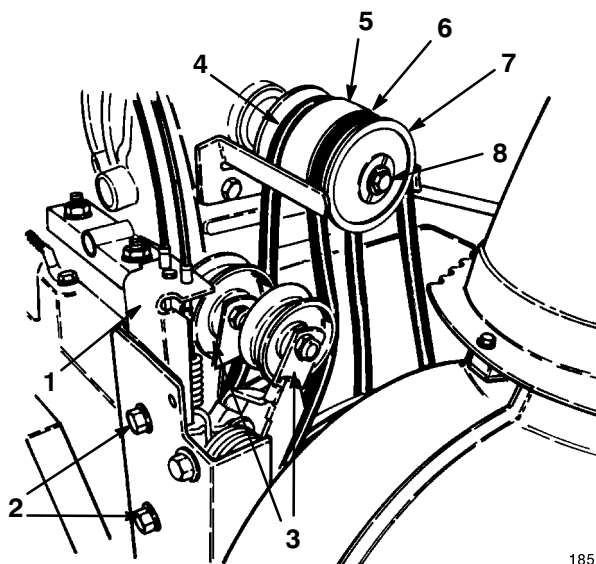

Figure 31
Si les courroies d'entraînement de tarière/roue hélice (Fig. 31) sont usées, imbibées d'huile ou endommagées de quelque autre manière, remplacez-les par une courroie neuve.
- Enlevez les deux boulons à tête à embase qui fixent l'ensemble poulie folle au bâti du moteur et déposez l'ensemble poulie folle (Fig. 31).
- Enlevez la vis d'assemblage et la rondelle de blocage qui fixent la demi-poulie à gorge à l'avant de l'ensemble poulie (Fig. 31).
- Déposez la demi-poulie à gorge et la courroie de tarière/roue hélice du vilebrequin et déposez la courroie de la poulie de roue hélice (Fig. 31).
- Si la courroie d'entraînement de traction doit être remplacée, déposez la partie centrale de la poulie et la courroie du vilebrequin, puis déposez la courroie de la poulie (Fig. 31).
- Si vous remplacez la courroie d'entraînement de traction, installez-la autour de l'entraînement de traction et de la partie de poulie centrale, et glissez cette dernière sur le vilebrequin (Fig. 31).
10. Installez la courroie sur la poulie folle (Fig. 31).
11. Installez la courroie d'entraînement de tarière/roue hélice autour de la demi-poulie à gorge et glissez cette dernière sur le vilebrequin (Fig. 31).
13. Installez l'ensemble poulies folles sur le bâti du moteur et fixez-le avec les deux boulons à tête à embase (Fig. 31).